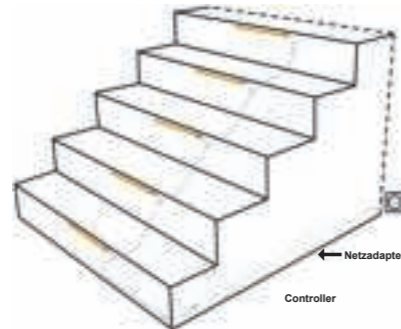

Abb. 3
4. Verbinden Sie das Verbindungskabel mit dem Controller (Fernbedienungsempfänger) und den Controller mit dem Netzadapter (siehe Abb. 3).
5. Stecken Sie zum Schluss den Netzadapter in die Wandsteckdose (siehe Abb. 3). Wenn Sie auch das optionale Sensorset gewählt haben, schließen Sie es zuletzt an. (Siehe dazu die mit dem Sensorset gelieferte Anleitung).